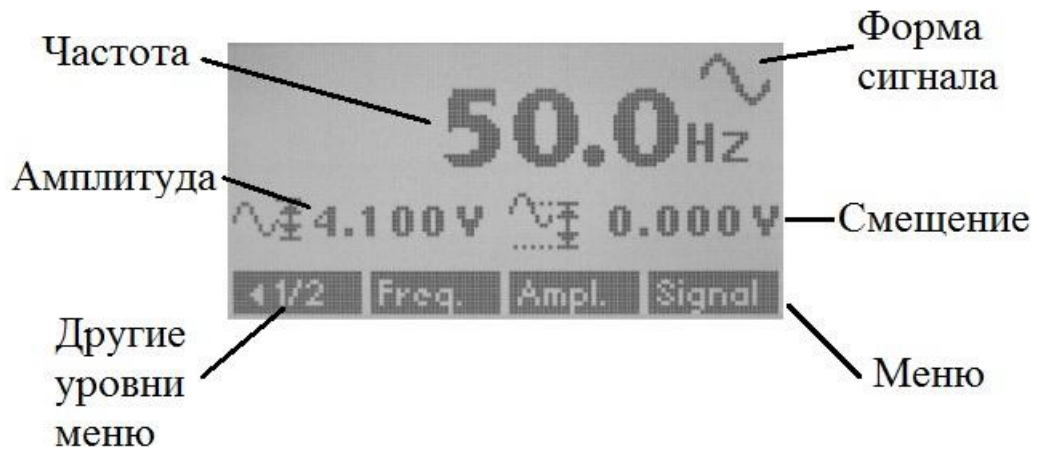

Рис. 11.
1. Кабель питания генератора подключают к сети с напряжением 220В. Включите устройство путём приведения в действие выключателя, который находится на задней панели генератора. При этом должна загореться индикаторная лампочка и будет отображаться обзорный экран рис.11.
2. Выбрав пункт меню «Signal» и поворачивая вращающуюся ручку навигационной клавиатуры (3) установить синусоидальную форму волны. Смотри в правый верхний угол экрана. Для подтверждения нажмите «ОК».
3. Пункт меню «Freq» может быть использован для регулировки частоты в диапазоне от 0.1 Гц до 999,999 кГц. При повороте вращающейся ручки навигационной клавиатуры (3) будет изменяться численное значение частоты и будет происходить автоматическое переключение с Гц до кГц и наоборот. Для изменения порядка меняющегося числа, соответствующего частоте можно использовать кнопки со стрелками в навигационной клавиатуре (3).
4. Выбор пункта меню «Ampl.» вызывает окно регулировки амплитуды рис.11. Значение числа на экране может быть изменено с помощью кнопок навигации и при помощи вращающейся ручки (3). Выбор пункта меню «Zero», устанавливает значение 0.00 В. Установить на экране число 8.500 V, что соответствует амплитуде напряжения $U_m=4.25$ В. Для подтверждения нажмите «ОК».